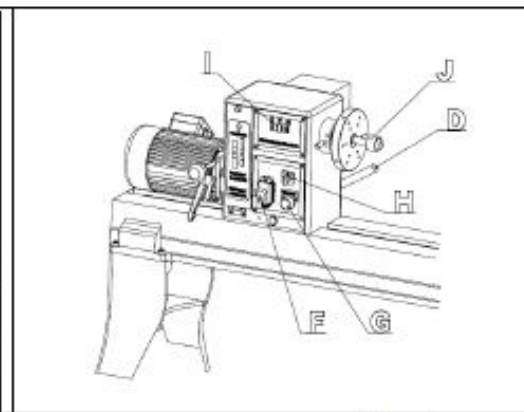

Fig. 4
1. Hoveddok og håndtag: (D, Fig.4) Låse hovedet på plads. Lås håndtaget for at placere hovedet langs drejebænkens vanger. Spænd håndtaget, når korrekt placeret.
2. Tænd / Sluk knap: (F, Fig.4) Træk knappen ud for at slå "ON" på drejebænken. Skub på knappen for at slå drejebænk på "OFF".